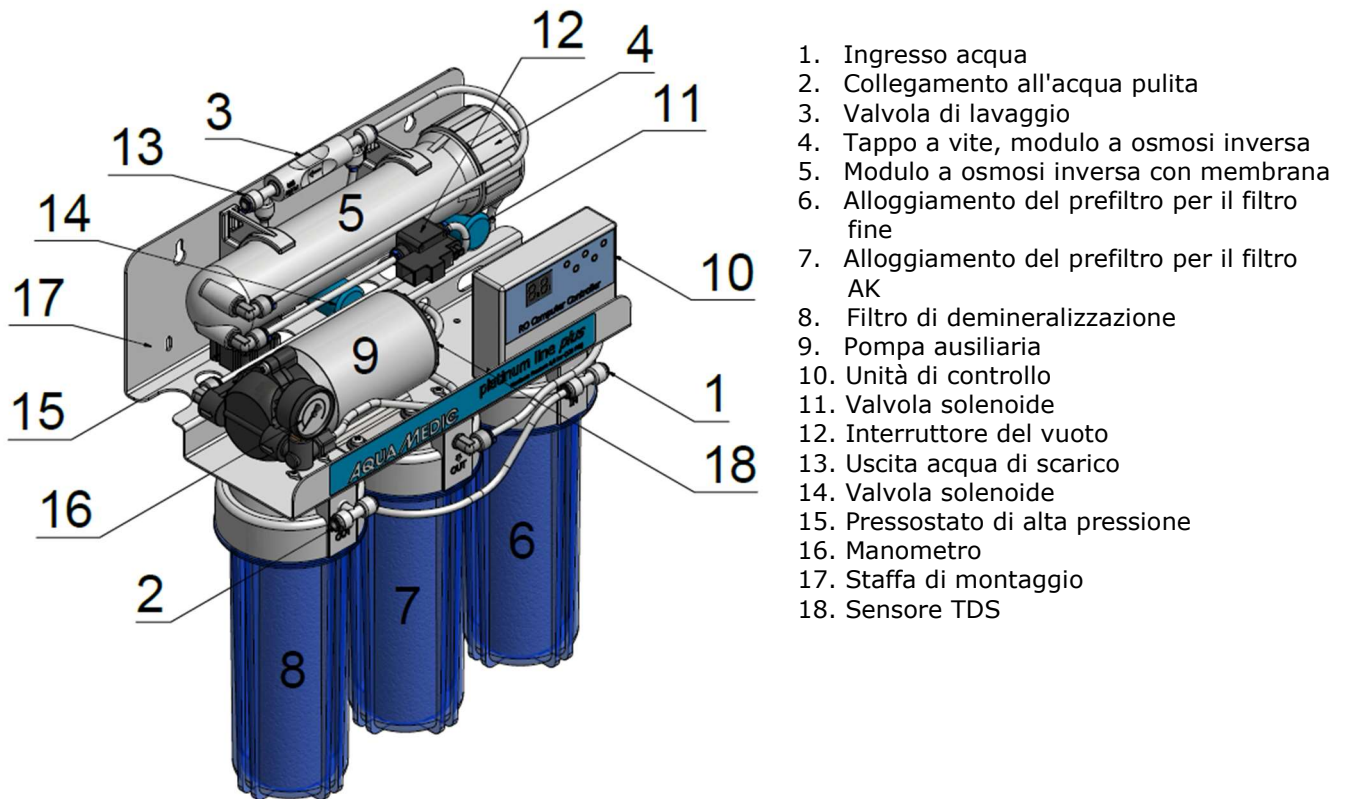

Fig. 4: platinum line plus
- **Dall'impianto non escono né osmosi né acqua di scarico:** ciò può essere dovuto a un difetto della prima elettrovalvola (Fig. 4, n. 11), al guasto di un sensore di pressione (Fig. 4, n. 12 o 15) o a una membrana bloccata. Inviare l'impianto al rivenditore per la riparazione.
- **Il flusso di acque reflue è eccessivo:** il rapporto acqua pulita/acqua di scarico è superiore a 1:3. Sostituire la valvola di scarico o controllare le prestazioni della membrana. Il rapporto acqua pulita/acqua di scarico dipende dalla temperatura dell'acqua, dal contenuto dell'acqua, dalla valvola di scarico e dalla pressione. Controllare se l'elettrovalvola sotto la valvola di scarico (fig. 4, n. 14) si chiude. In caso contrario, riportare l'impianto al rivenditore.
- **Scorre troppa poca acqua pulita:** verificare se scorre troppa poca acqua di scarico e, se necessario, sostituire il prefiltro o la membrana. Controllare se l'elettrovalvola sotto la valvola di risciacquo (fig. 4, n. 14) si chiude dopo il processo di risciacquo all'accensione dell'impianto. In caso contrario, inviare l'impianto al rivenditore per la riparazione.
- **Pressione dell'acqua troppo bassa:** controllare la pompa ausiliaria e sostituirla se difettosa. Se il vacuostato è difettoso, il sistema non si avvia: sostituire il vacuostato (Fig. 4, n. 12).
- **Non c'è acqua pulita o acqua di scarico:** controllare se l'elettrovalvola (Fig. 4, n. 11) si apre. In caso contrario, inviare il sistema al rivenditore per la riparazione.